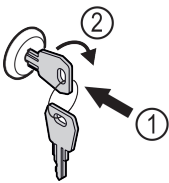

Fig. 121
- ▶ Insérer la clé Fig. 121 (1).
- ▶ Tourner la clé à 90° dans le sens horaire Fig. 121 (2).